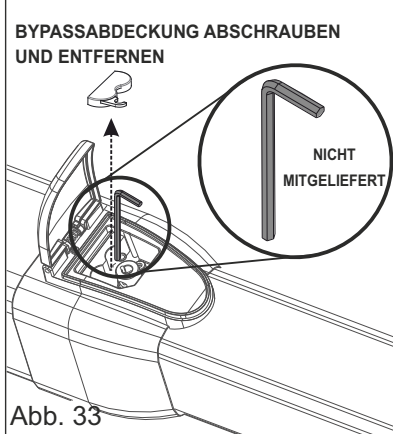
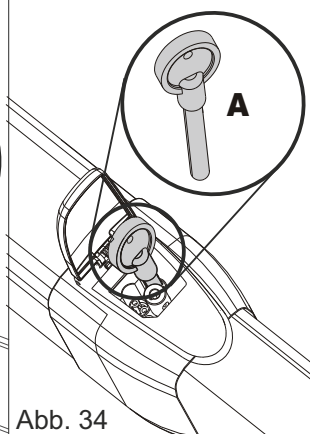

Abb. 33
Abb. 34
- **HALF TANK 270/390:** Nehmen Sie nur die Abdeckung ab, dazu die Befestigungsschraube entfernen (Abb. 33), und stellen Sie die Bypassventile, mit dem für den Installateur, mitgelieferten Schlüssel (A) ein (Abb. 34)